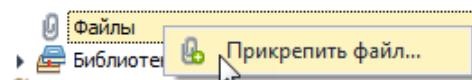

Рис. 36 Добавление файла в дерево проекта
1. Вызовите контекстное меню на узле «Файл» и выберите пункт «Прикрепить файл», Рис. 36.